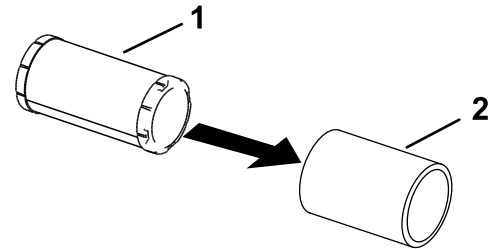

Figure 35
5. Séparez les éléments en mousse et en papier (Figure 35).